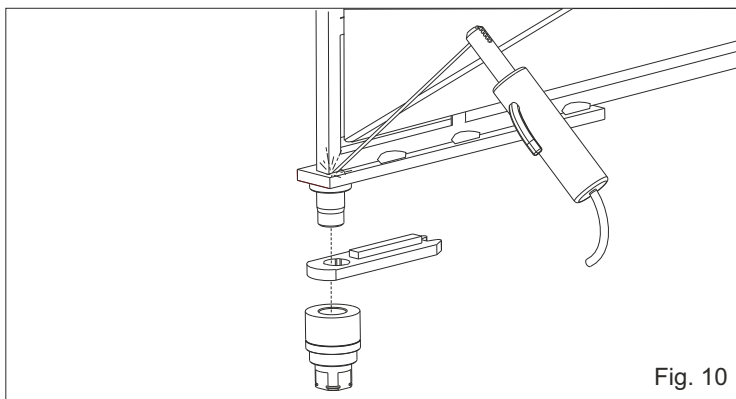

Fig. 10
3.2. Souder soigneusement l'ensemble vantail au vantail du portail faisant un fixage à traits d'environ 3-4 cm sur la surface de contact en évitant la soudure dans l'environnement des trous taraudés, en outre il faut respecter la perpendicularité avec l'axe de rotation (Fig. 10)